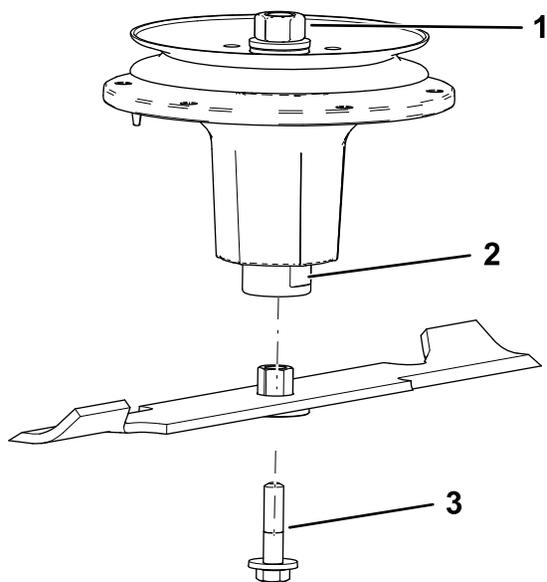

Figura 93
2. Instale o conjunto do casquilho/lâmina no eixo (Figura 93).